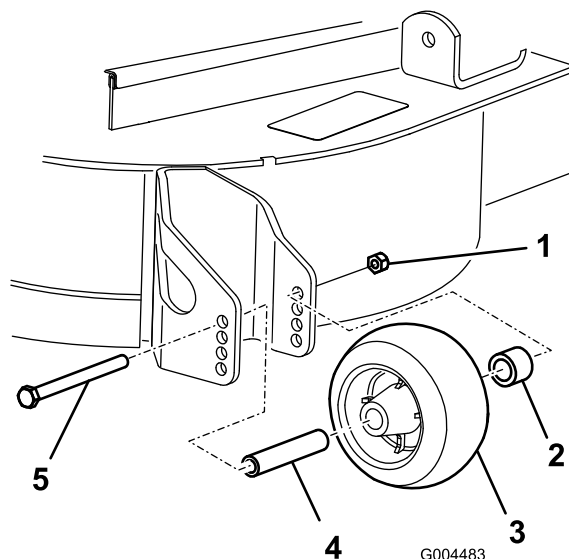

Figure 45
5. Posez l'écrou à embase, la bague, l'entretoise et le boulon (Figure 45).
3. Après avoir réglé la hauteur de coupe, réglez les galets en retirant l'écrou à embase, la bague, l'entretoise et le boulon (Figure 45).